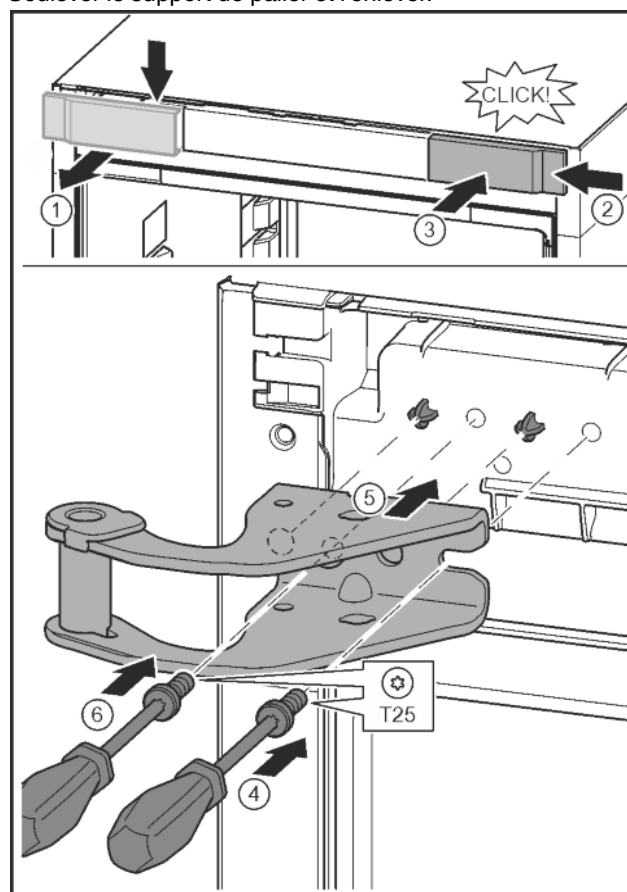

Fig. 13
- Libérer le cache et le retirer latéralement. *Fig. 13 (1)*
- Accrocher le cache tourné de 180° de l'autre côté à droite. *Fig. 13 (2)*
- Enfoncer le cache. *Fig. 13 (3)*
- Mettre en place la vis avec un tournevis T25. *Fig. 13 (4)*
- Mettre en place le support de palier supérieur. *Fig. 13 (5)*
- Serrer la vis. *Fig. 13 (4)*
- Mettre en place la vis avec un tournevis T25 et la serrer. *Fig. 13 (6)*